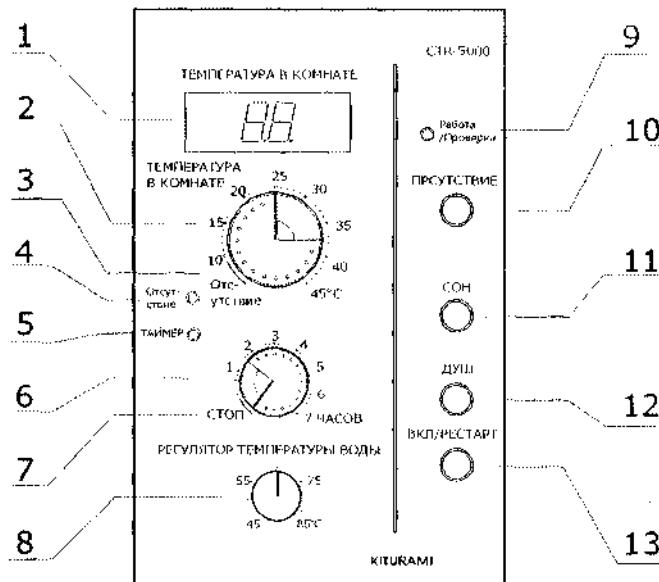

Рис. 12
- регулятор «ТЕМПЕРАТУРА В КОМНАТЕ» (Поз.2; рис. 12);
- отметка на шкале регулятора «ТЕМПЕРАТУРА В КОМНАТЕ» - «ОТСУТСТВИЕ» (Поз.3; рис. 12);
- регулятор «ТАЙМЕР» (Поз.6; рис. 12);
- отметка на шкале регулятора «ТАЙМЕР» - «СТОП» (Поз.7; рис. 12);
- регулятор «ТЕМПЕРАТУРА ВОДЫ» (Поз.8; рис. 12);
- кнопка «ПРИСУТСТВИЕ» (Поз. 10; рис. 12);
- кнопка «СОН» (Поз.11; рис. 12); кнопка «ДУШ» (Поз. 12; рис. 12);
- кнопка «ВКЛ/РЕСТАРТ» (Поз.13; рис. 12).
- дисплей (Поз.1; рис. 12);
- светодиод «ОТСУТСТВИЕ» (Поз.4; рис. 12);
- светодиод «ТАЙМЕР» (Поз.5; рис. 12);
- светодиод «РАБОТА/ПРОВЕРКА» (Поз.9; рис. 12);
- подсветка кнопки «ПРИСУТСТВИЕ» (Поз. 10; рис. 12);
- подсветка кнопки «СОН» (Поз. 11; рис. 12); подсветка кнопки «ДУШ» (Поз. 12; рис. 12).
**Кнопка "ВКЛ/РЕСТАРТ"** (Рис. 12; поз.13). Элемент прибора, предназначенный для включения (выключения) прибора CTR-5000 и котла.
**Дисплей** (Рис. 12; поз.1). Элемент прибора, предназначенный для отражения текущей температуры в помещении.
Дополнительно, дисплей отражает настройки и информирование, выполненные при программировании прибора. **Светодиод «РАБОТА/ПРОВЕРКА»** (Рис. 12; поз.9). Элемент прибора,
- когда не светится, о выключенном состоянии функции «РАБОТА/ПРОВЕРКА». **Регулятор «ТЕМПЕРАТУРА В КОМНАТЕ»** (Рис. 12; поз.2). Элемент прибора, предназначен для
предварительной установки параметра обогреваемой температуры отапливаемого объекта, или для включения функции «ОТСУТСТВИЕ» (Рис. 12; поз.3).
**Регулятор «ТАЙМЕР».** (Рис. 12; поз.6).
**Основная установка этого регулятора напротив отметки «СТОП».** (Рис. 12; поз.7).
**Регулятор «ТЕМПЕРАТУРА ВОДЫ».** (Рис. 12; поз.8). Регулятор предназначен для предварительной установки температуры теплоносителя в котле. Выбор этой температуры выполняется при помощи шкалы в диапазоне от 45°C до 85°C, с градацией шкалы, 2,0°C.
регулятором «Температура воды» (Рис. 12; поз.8);
регулятором "ТАЙМЕР" (Рис. 12; поз.6);